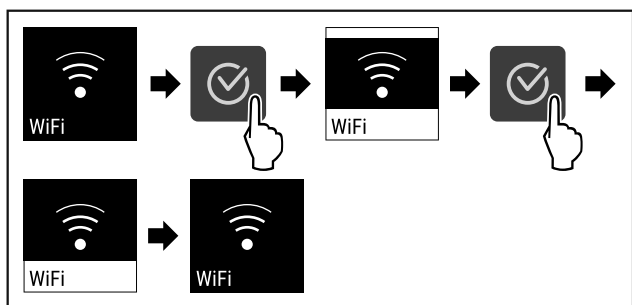

Fig. 86
- ▶ Vykonaajte kroky akcie (pozri Fig. 86) .